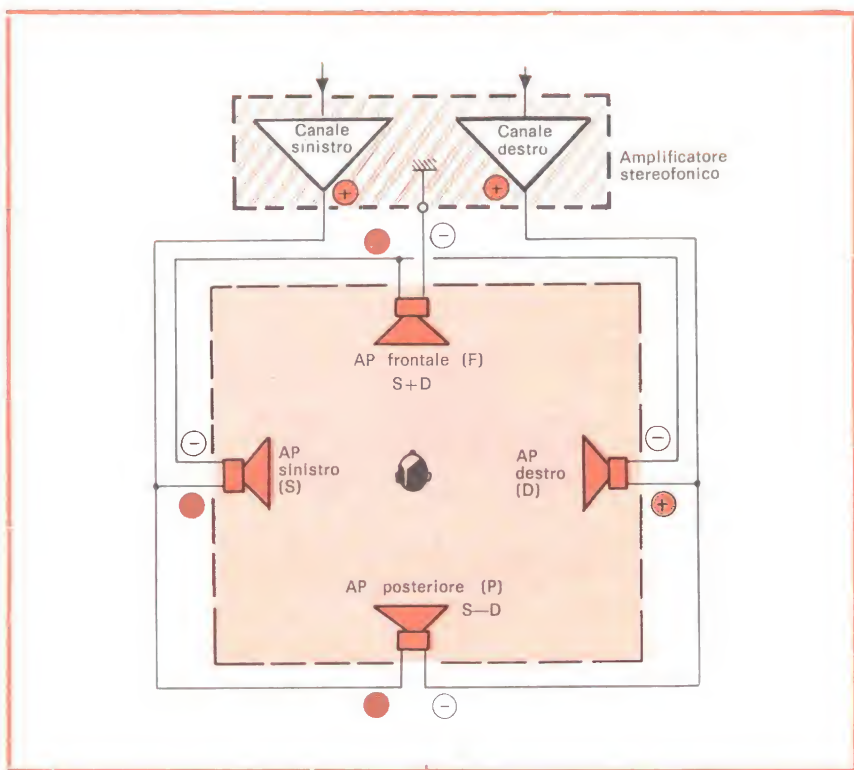

Fig. 2 - Principio di collegamento dei quattro altoparlanti nella versione «prima disposizione».
Fig. 5 - La disposizione degli altoparlanti, conforme allo schema della fig. 2 si traduce in un ingrandimento della zona di ascolto (parte tratteggiata), ma obbliga l'ascoltatore ad occupare un posto ben determinato.
Questa disposizione è illustrata nello schema di fig. 2. Secondo questo impianto l'altoparlante frontale (F) restituisce la somma dei segnali provenienti dai canali sinistro e destro ($S + D$); gli altoparlanti sinistro (S) e destro (D), i segnali $S + F$ e $D + F$; l'altoparlante posteriore (P), i segnali S-D.
senza cambiare nulla ai collegamenti dell'impianto della fig. 2.